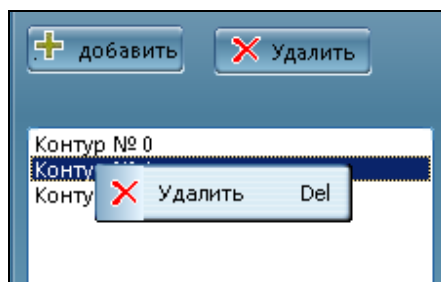

рисунок 32. Удаление контура
- в окне с перечнем контуров навести на нужный контур курсор мыши, нажать правую клавишу мыши и появившемся меню нажать «Удалить» (рисунок 32. Удаление контура)